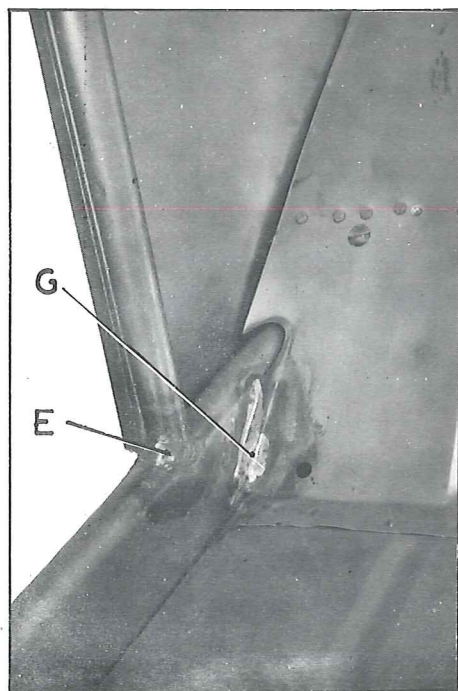

Fig. 5
5. Débraser en G (fig. 5 et 6).
15. Braser en G (fig. 5 et 6).